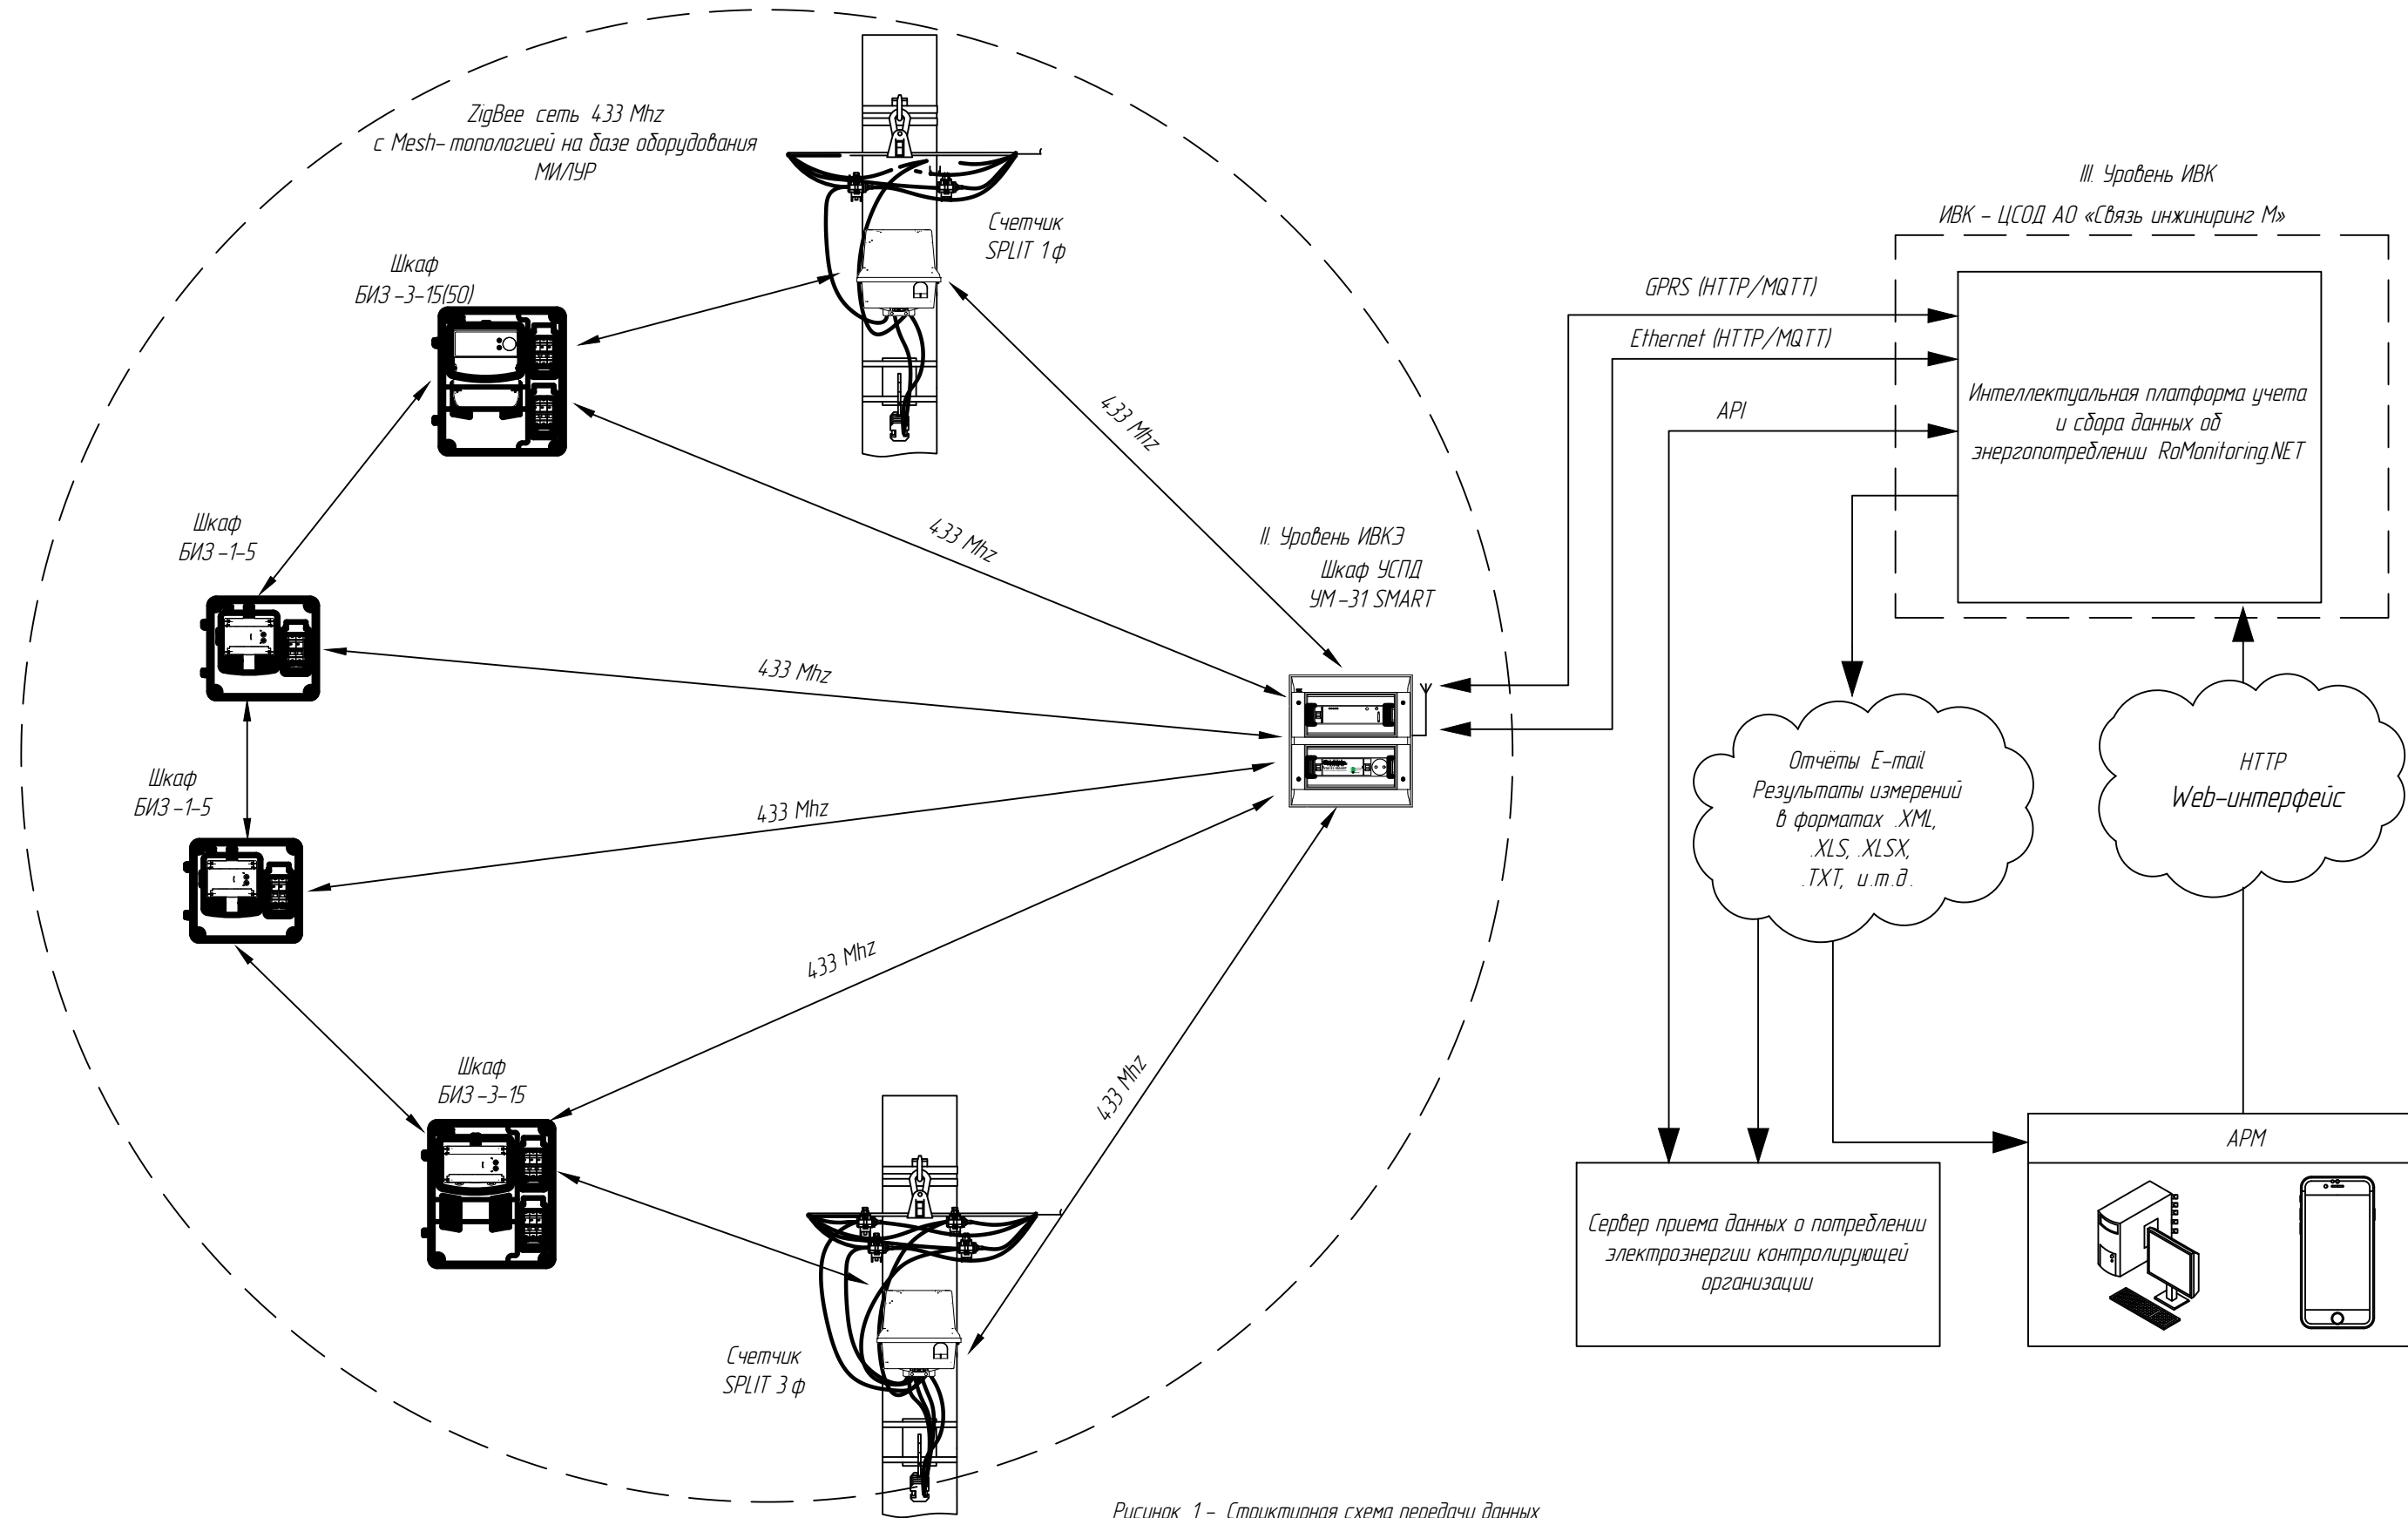

Рисунок 1 - Структурная схема передачи данных
- 1.2. Изделие выполняет сбор данных от индивидуальных приборов учёта энергоресурсов электроэнергии и передает эти данные на верхний уровень системы. Верхний уровень системы состоит из сервера ввода / вывода, сервера баз данных и АРМ оператора (рисунок 1).
- 1.5. Преобразователь интерфейсов ведёт информационный обмен с устройством мониторинга УМ-31 SMART. Устройство мониторинга УМ-31 SMART ведёт информационный обмен с верхним уровнем системы через сеть сотовой связи GSM или по локальной вычислительной сети по проводному интерфейсу Ethernet. При этом данные в обоих случаях передаются на верхний уровень системы через облачный сервер баз данных в сети Интернет (рисунок 1).